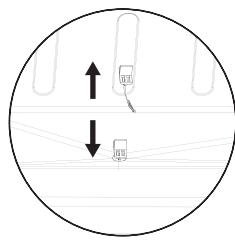

Fig. 1
- Pentru a asigura scurgerea corectă a apei de dezgheț, utilizați periodic filtrul de scurgere din sacul de montare pentru a curăta orificiul de scurgere a apei de dezgheț. Această priză este situată pe peretele din spate al compartimentului frigiderului (a se vedea Fig. 1). Păstrați întotdeauna filtrul de scurgere introdus în orificiul de scurgere pentru a preveni orice blocăje cauzate de murdărie.